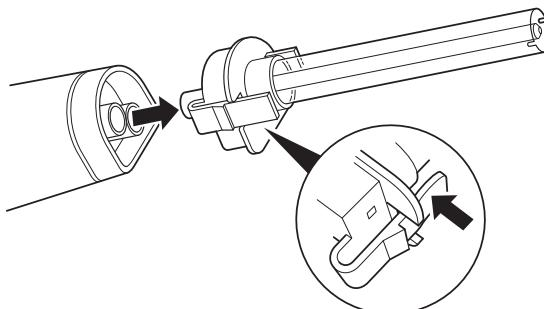

Figura 2 – Remover o conjunto de ponta
- Pressione o mecanismo de trinco no conjunto de ponta e remova o conjunto de ponta da peça de mão (figura 2).